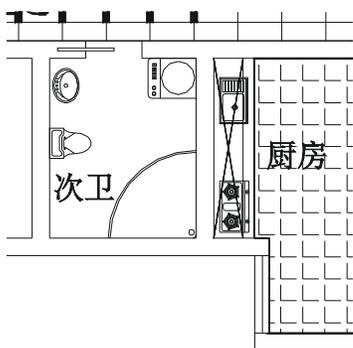

图 6-1-54
**STEP 06** 使用移动命令 MOVE 将绘制好的洗衣机插入到次卫中，如图 6-1-54 所示。